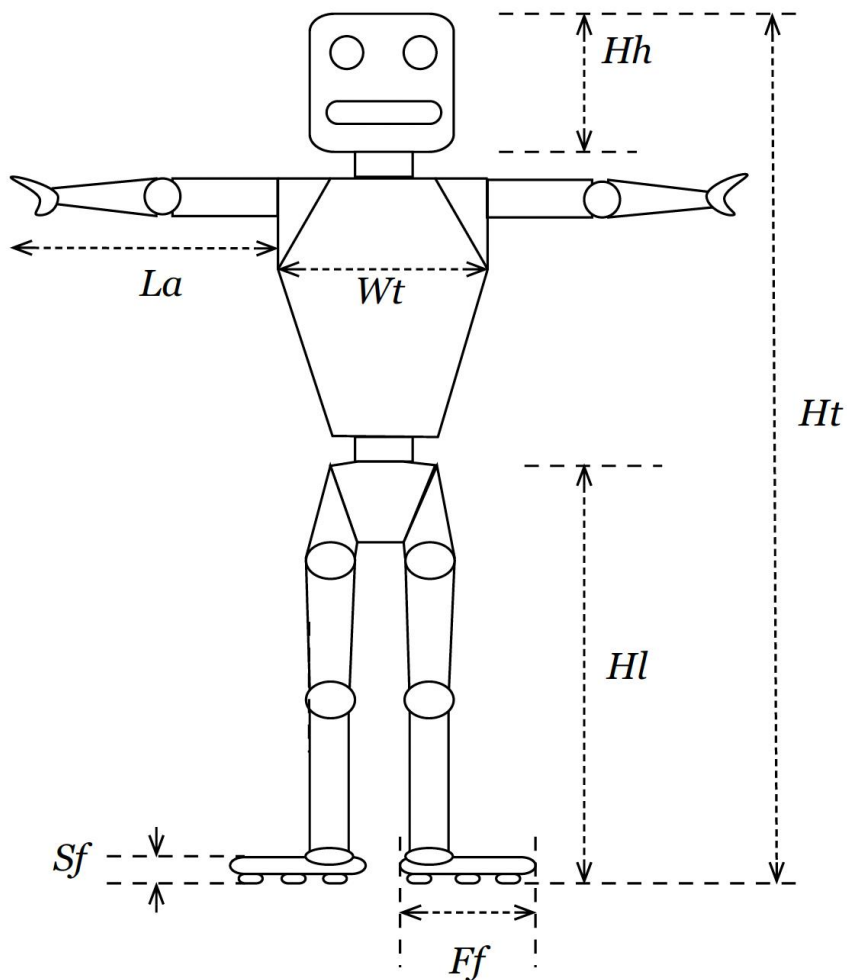

Figura 1: Referencia de dimensiones del robot humanoide
- Dimensiones del robot: la altura total (*Ht*) mínima del robot es de **25 cm** y la **altura máxima es de 50 cm**. Se considera la altura del robot como la medida desde los pies a la cabeza (sin tomar en cuenta flexiones en ninguna parte del cuerpo) como se muestra en la **Figura 1**.